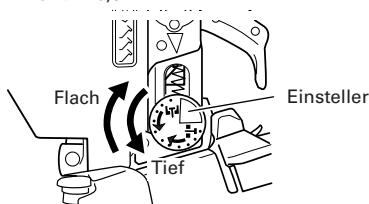

Abb. 11
- Einstellen des Einstellers (Abb. 11)
Wenn die Nägel zu flach eingeschlagen werden, den Einsteller zur tieferen Seite hin drehen ( Markierung) (siehe Abb. 11, 12).